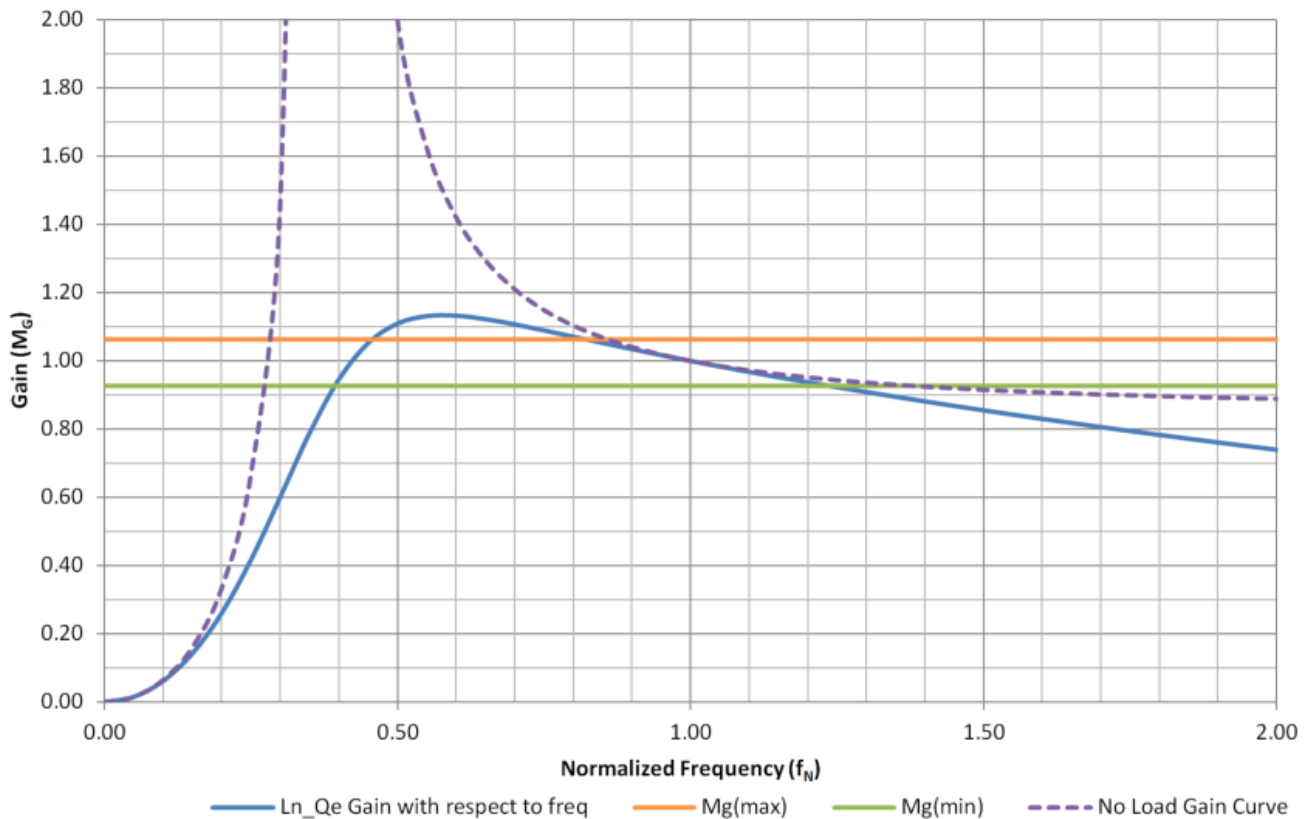

图 2. 此增益曲線針對 LLC-SRC 設計進行形塑。
2. 停用突衝模式：在待機時，轉換器需使用標準切換操作來調節輸出。這會降低輕負載效率，但同時也可降低複雜性並進一步消除任何可聞雜訊問題，例如二次側整流器寄生效應對增益曲線的影響。图 2 顯示增益曲線如何在較高頻率下實際開始上升。如果無法達到最小增益，電源供應器將會失調。